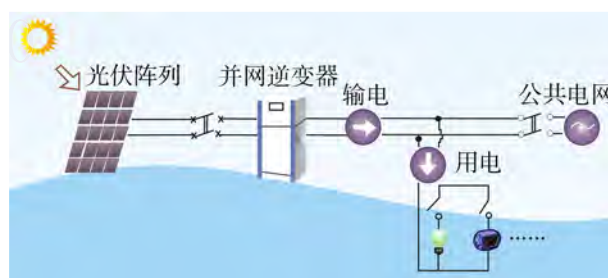

图3.11 并网光伏发电系统
(2) 并网光伏发电系统(图3.11):其主要组成部分有光伏阵列、并网逆变器、公共电网和监控系统。